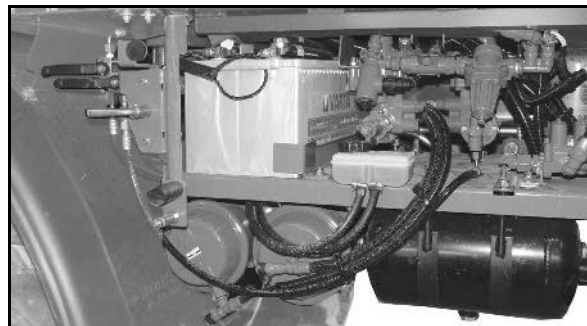

Рис. 171
1. Надавите на натяжной ролик (Рис. 171/1) при помощи торцового ключа (Рис. 171/3) в направлении стрелки так, чтобы установочный штифт Ø6 мм (Рис. 171/4) зафиксировался в монтажном отверстии.
Поликлиновой ремень (Рис. 171/2) теперь не натянут.
2. Сначала снимите поликлиновой ремень (Рис. 171/2) с самого маленького ролика и с натяжного ролика.
4. Наденьте новый поликлиновой ремень (Рис. 171/2).
6. Натяните поликлиновой ремень при помощи натяжного ролика и торцового ключа (Рис. 171/3). Проверьте, правильно ли располагается поликлиновой ремень в своей направляющей.